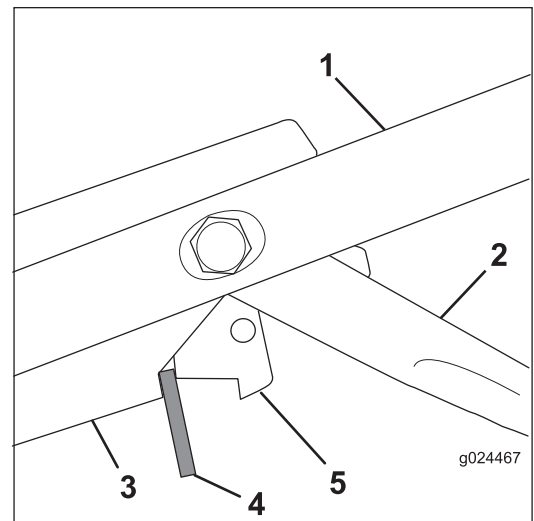

Figure 33
3. Insérez une entretoise épaisse de 8 mm entre le levier de commande du frein de lame et le support de commande sur le guidon (Figure 33).